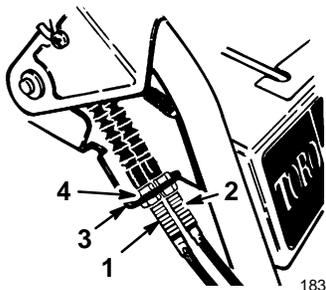

Abbildung 25
- A. Die obere Gegenmutter lösen, mit der das Spindel-/Gebläseradkabel am Montagebügel befestigt ist (Abb. 25).
8. Am Steuerkabel für den Riemen, der ausgetauscht werden soll, die Gegenmuttern lösen, mit denen das Kabel am Bügel befestigt ist (Abb. 25).